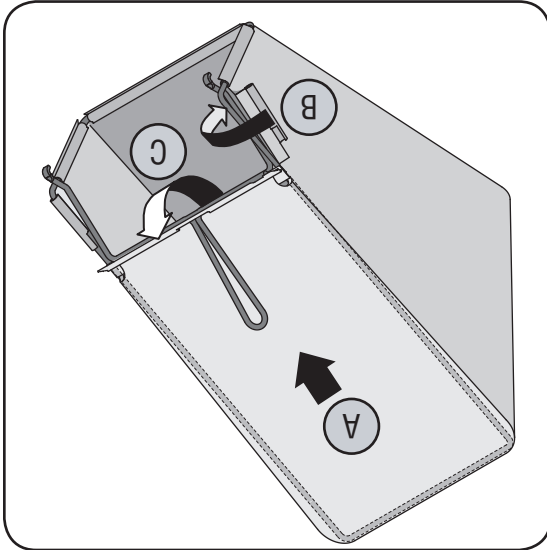

Figure 5
5. Un levier de réglage se trouve sur chacune des roues et permet de modifier la hauteur de coupe, de la tondeuse. Pour changer la hauteur de coupe, poussez le levier de réglage des roues vers la roue et déplacez-le vers le haut ou le bas à la hauteur choisie. Voir la Figure 5.